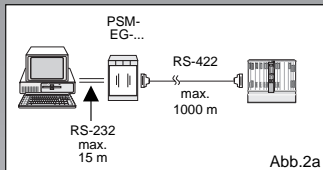

Abb.2a
- **Schnittstellenanpassung** zwischen einer RS-232-Schnittstelle und einer RS-422-Schnittstelle (Abb. 2a)